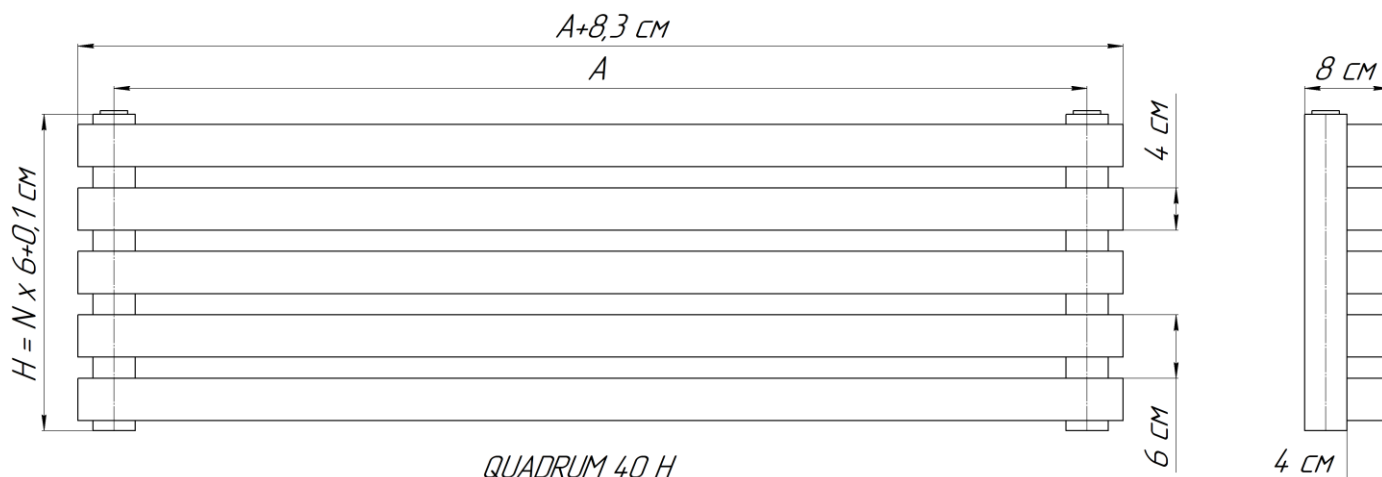

Рис. 1 Радиатор «QUADRUM 40 Н», где: А – межцентровый (монтажный) размер, см; N – количество секций; Н – габаритная высота, см.
2.1. Радиаторы выпускаются в настенном и напольном исполнении. Основные размеры и параметры радиаторов приведены на рис.1 и в Таблице №1.